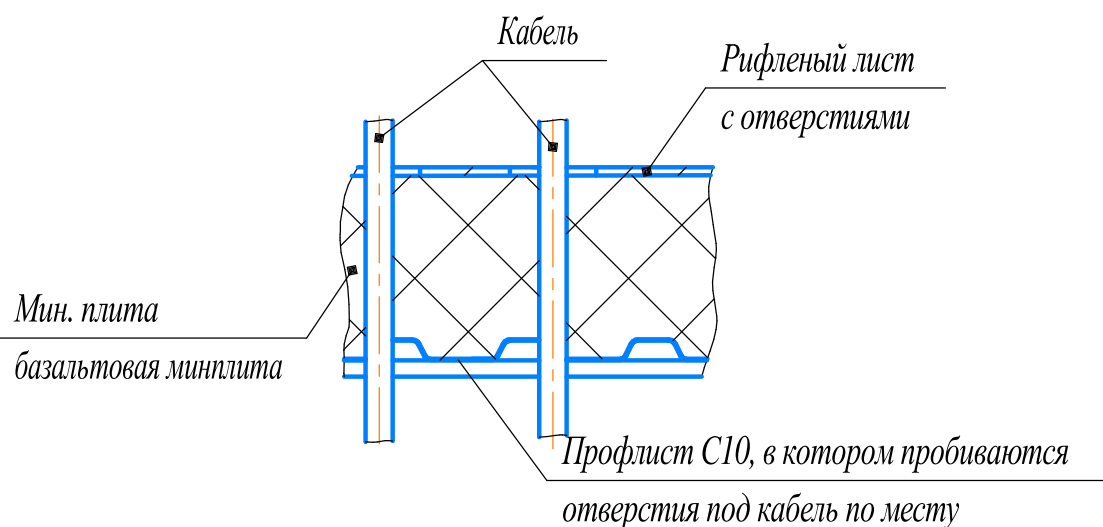

Рисунок 21 - Узел прохода кабелей в раме основания МЭБ.
3.7.3 При вводе кабеля через раму основания освободить отверстие от минплиты, завести кабель и оставшееся пространство (если оно останется) заполнить утеплителем, смотри рисунок 21.